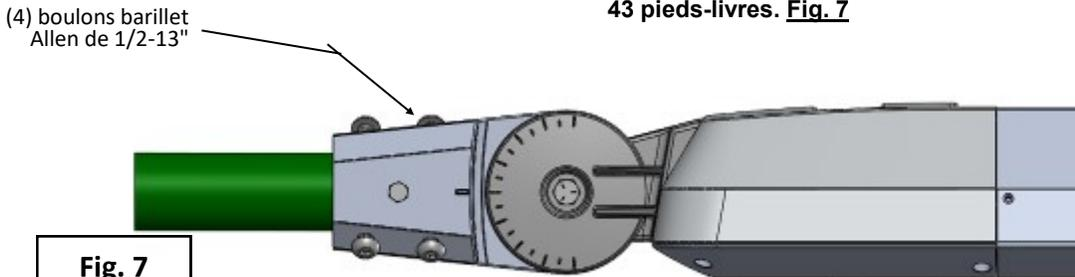

Fig. 7
Mettez le luminaire à niveau en ajustant l'engagement des (4) boulons barillet Allen de 1/2-13" et resserrez les boulons à 43 pieds-livres. Fig. 7